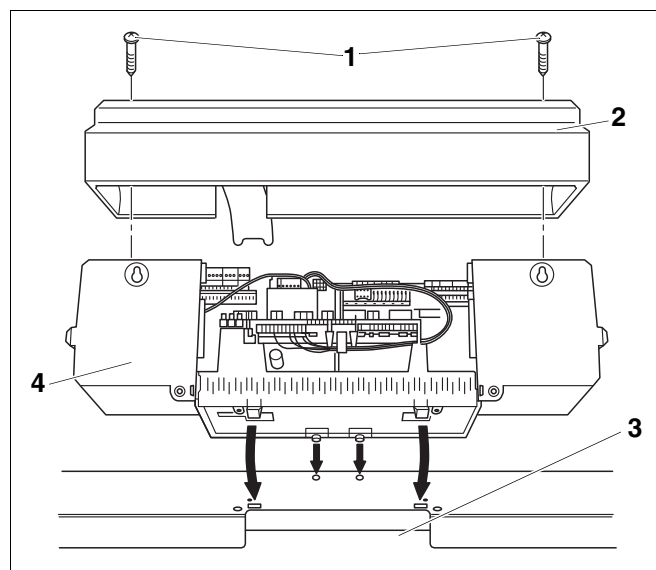
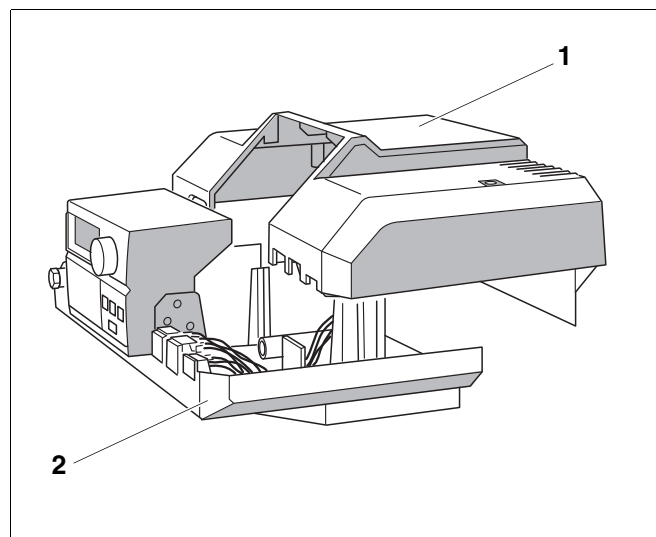

Рис. 10 Открытие и установка системы управления Logamatic 4000
Рис. 18 Установка крышки клеммного щитка
- Оба винта (Рис. 10, **поз. 1**) выкрутить сверху из крышки клеммного щитка (Рис. 10, **поз. 2**) и снять ее.
- Слегка наклонив систему управления вперед, установить ее так, чтобы передние крюки вошли в овальные отверстия. Систему управления подвинуть вперед и отклонить назад до защелкивания обоих упругих крюков справа и слева (стрелки на Рис. 10).
- Капиллярные трубки провести через кабельный проход (Рис. 10, **поз. 3**) и развернуть на требуемую длину.
- Установить крышку клеммного щитка (Рис. 18, **поз. 1** и Рис. 10, стр. 31, **поз. 2**) и закрепить винтами к системе управления (Рис. 18, **поз. 2** и Рис. 10, стр. 31, **поз. 4**).